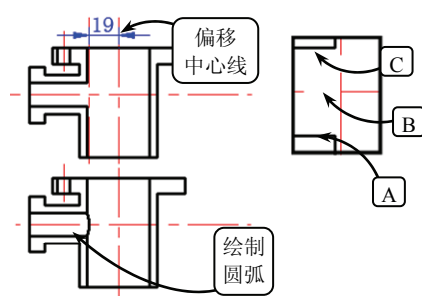

图 3-35 绘制相贯线
⑩ 将修剪后的中心线转换为【轮廓线】图层, 并单击【偏移】按钮, 将竖直中心线向左偏移 19。然后单击【圆弧】按钮, 依次选取如图 3-35 所示的三点 A、B 和 C, 绘制圆弧。